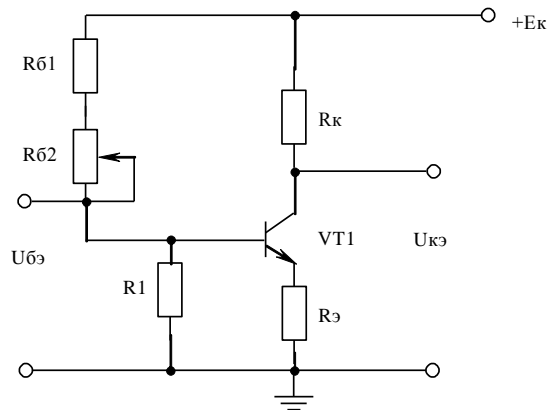

Рисунок 3 – Схема транзисторного підсилювача
1. Зібрати схему транзисторного підсилювача (рис.3) за наступними даними: